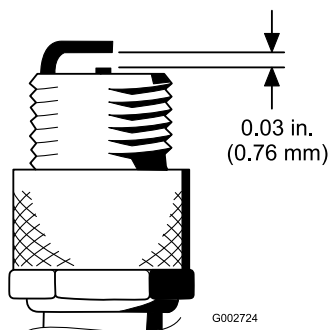

Bild 28
4. Stellen Sie den Elektrodenabstand zwischen der mittleren und der Seitenelektrode auf 0,76 mm ein (Bild 28). Setzen Sie eine Zündkerze mit korrektem Elektrodenabstand und der Dichtung ein und ziehen Sie sie mit 23 N·m an. Wenn Sie keinen Drehmomentschlüssel benutzen, ziehen Sie die Kerze fest an.